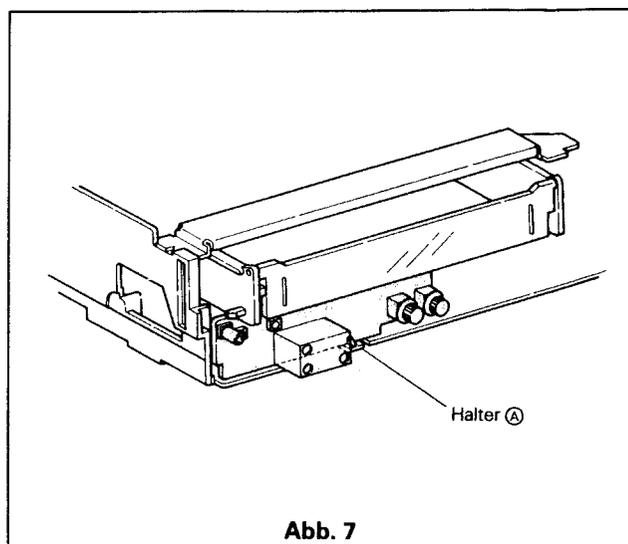

Abb. 7
1. Halter (A) lösen, siehe Abb. 7